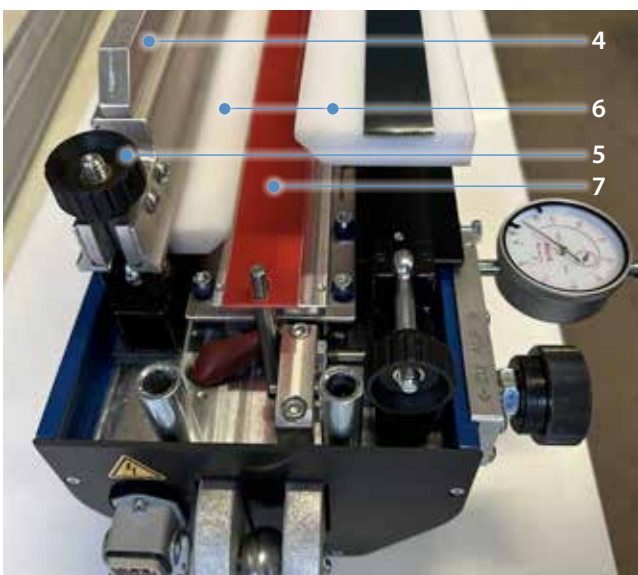

Abb. 4.2.2
3. Obere Bandhalterungen (4) beidseitig abnehmen. Hierzu die an den Bandhalterungen vorgesehenen Rändelmutter (5) lösen und Augenschraube nach außen klappen. (Abb. 4.2.2)
4. Die Presse mit den passenden Inlays (6) für den zu verbindenden Bandtyp ausrüsten. HGW-Einlage (7) im Pressenunterteil mit Hilfe der Positionierungslochung positionieren. (Abb. 4.2.2)